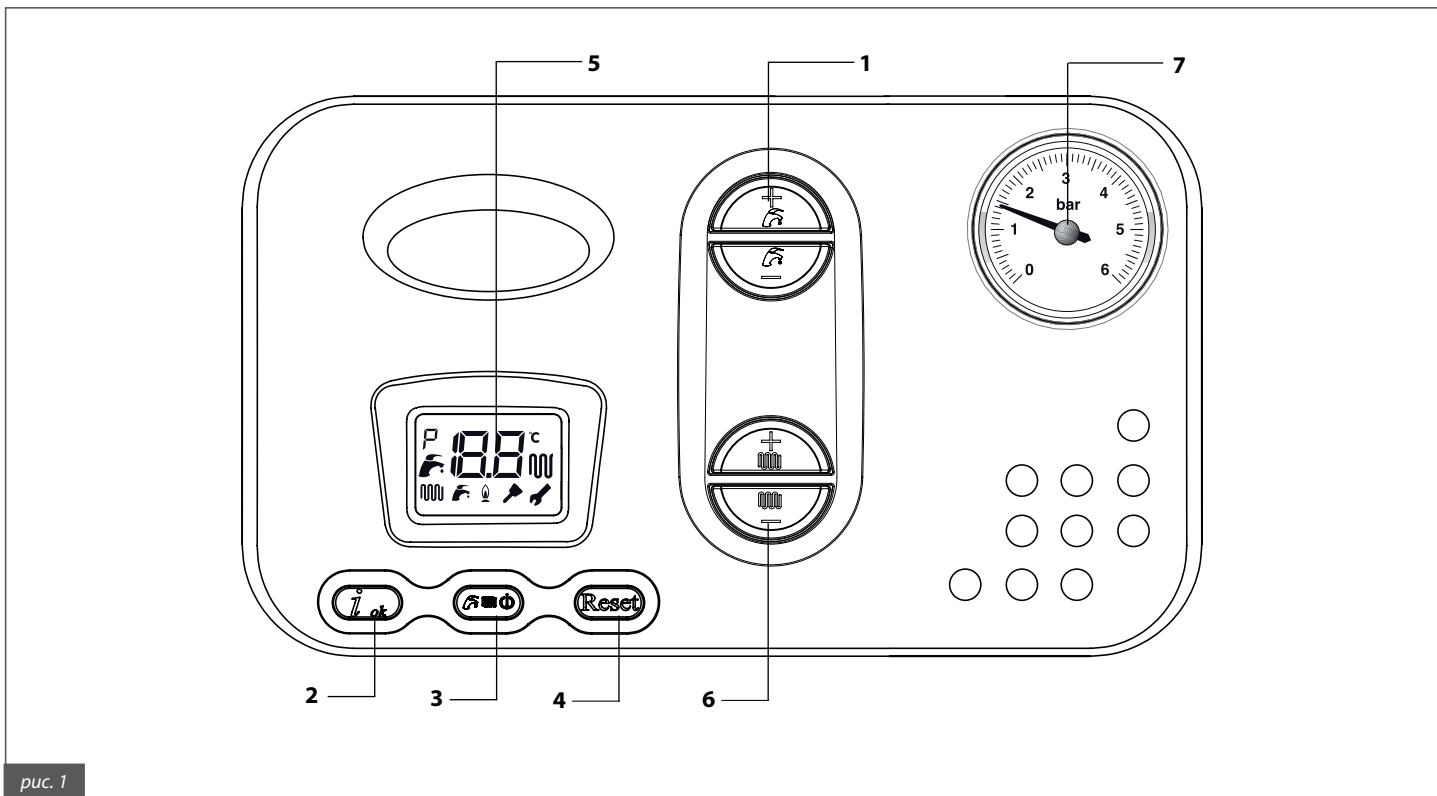

рис. 1
Мигает в процессе регуляции/выбора температуры ГВС с помощью кнопок **1** (рис. 1).
Мигает в процессе регуляции температуры контура отопления с помощью кнопок **6** (рис. 1).
- Выбрать режим работы котла с помощью кнопки **3** (рис. 1);
- Задать желаемую температуру теплоносителя в контуре отопления с помощью кнопок **6** (рис. 1);
- Задать температуру ГВС с помощью кнопок **1** (рис. 1);